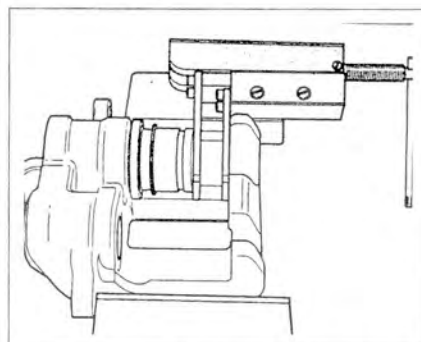

Рис. 8.22. Запрессуйте поршень в тормозной суппорт.
7. Запрессуйте поршень в тормозной суппорт (рис. 8.22).